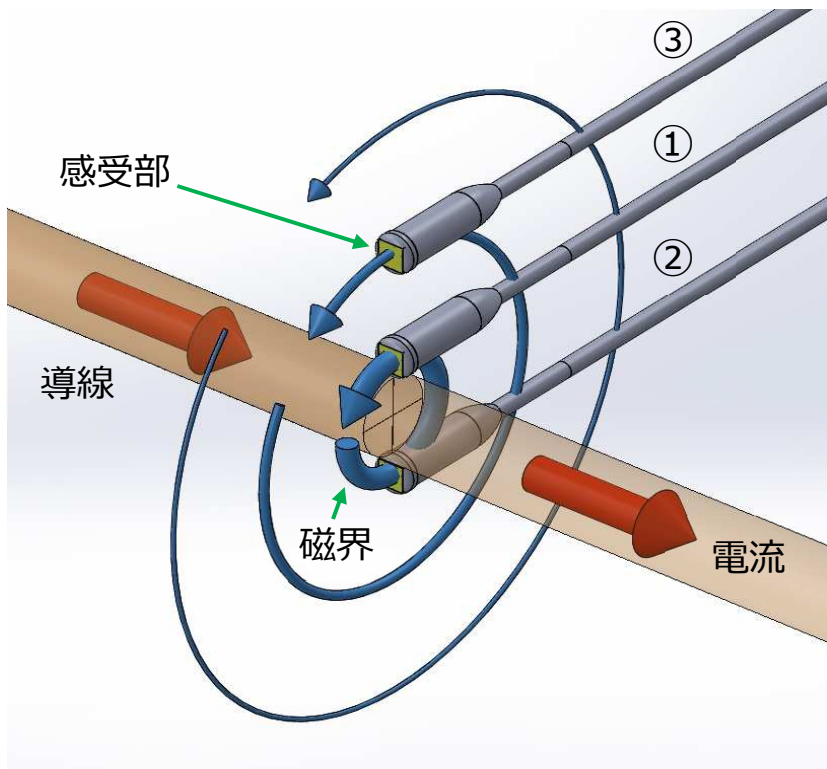
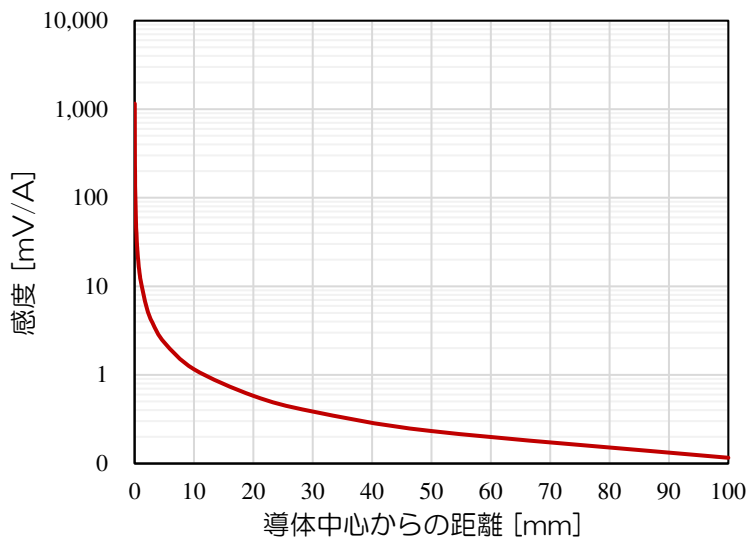

図2 測定位置
図3 感度グラフ
- 図2 ①のように導線の中心に感受部を接触させると最大感度が得られます。
- 導線を流れる電流の向きに対して、①のように配置した場合は、正の出力が得られ、②のように配置した場合は、反転した出力が得られます。
- ③のように導線中心から離れた場所は磁界が弱まり、図3のグラフが示すように感度に変化する為、適正な距離を保つことにより、1-1仕様の測定可能電流より、大きな電流の測定が可能になります。